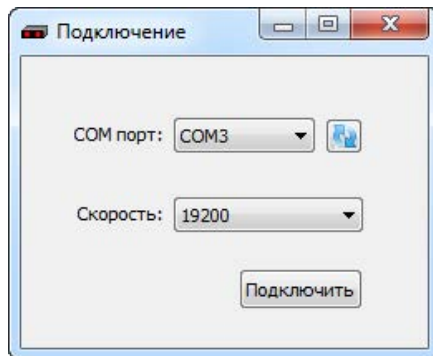

Рисунок 5. Соединение
5. В появившемся окне соединения (рис. 5) выберите:
2. Выберите меню «Соединение» → «Подключиться» или нажмите кнопку . В открывшемся окне укажите (рис. 5):